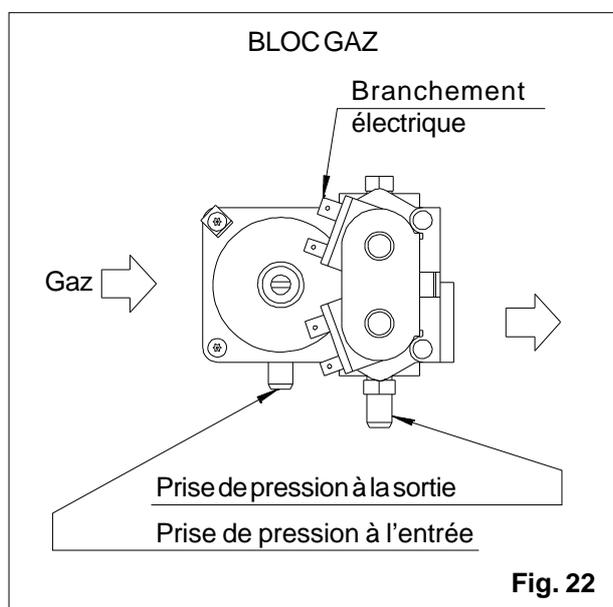

Fig. 22
Introduire le tuyau d'un manomètre à colonne d'eau dans la prise de pression à la sortie sur le bloc gaz (fig. 22), après avoir dévissé de quelques tours la vis d'étanchéité. Mettre en fonction le radiateur et vérifier que la pression à la sortie du bloc gaz correspond à celle indiquée sur le tableau des caractéristiques techniques.
- f) Introduire le tuyau d'un manomètre à colonne d'eau dans la prise de pression en amont du bloc gaz, après avoir dévissé de quelques tours (fig. 22) la vis d'étanchéité.